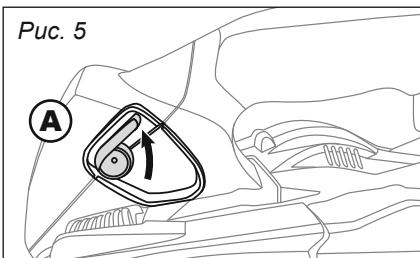

Рис. 5
4. Установить рукоятку воздушной заслонки в положение «А» — «Запуск» (рис. 5);
ключатель в положение «ВКЛЮЧЕНО», переведите воздушную заслонку в положение «ОТКРЫТО» см. рис. 5 (A). Не производите подкачку топлива с помощью праймера. Произведите запуск двигателя с помощью стартера. двигатель за пустится.